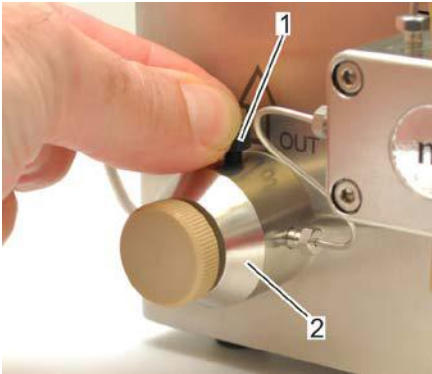

Abb. 20: Verschlussrändelschraube entfernen
3. Die Verschlussrändelschraube (Abb. 20/1) aus der Druckventileinheit (Abb. 20/2) herausschrauben.